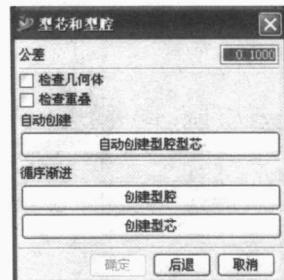

图 1-23 型芯和型腔对话框
⑦ 在分型管理器对话框上单击“创建型腔和型芯”按钮，弹出如图 1-23 所示的型芯和型腔对话框。